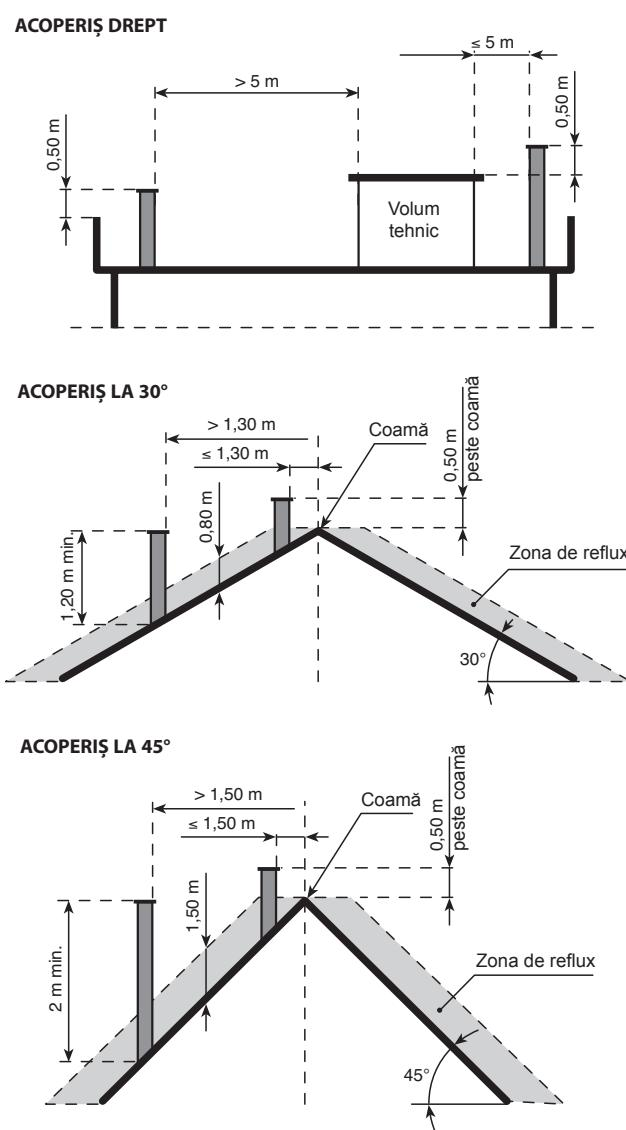

Fig. 4
2.5 COȘUL DE FUM (fig. 4)
- în vârful coșului trebuie să se afle un horn a cărui ieșire trebuie să se afle dincolo de zona de reflux, cu scopul de a evita formarea contrapsiunilor care pot împiedica evacuarea liberă în atmosferă a produselor rezultate în urma combustiei. Este necesar aşadar să fie respectate înălțimile minime indicate în fig. 4;